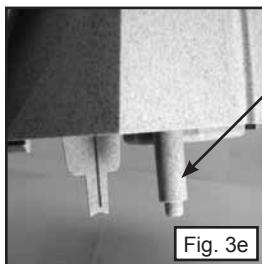

Fig. 3e
- 3) Placér filterhuset, så det passer hen over pumpen og derefter skålen. Røret til vandindtag skal placeres, så det passer lige ind i pumpen. Når det er placeret korrekt, presses filterhuset forsigtigt ned, så det låses på plads. (Fig. 3e & 3f)